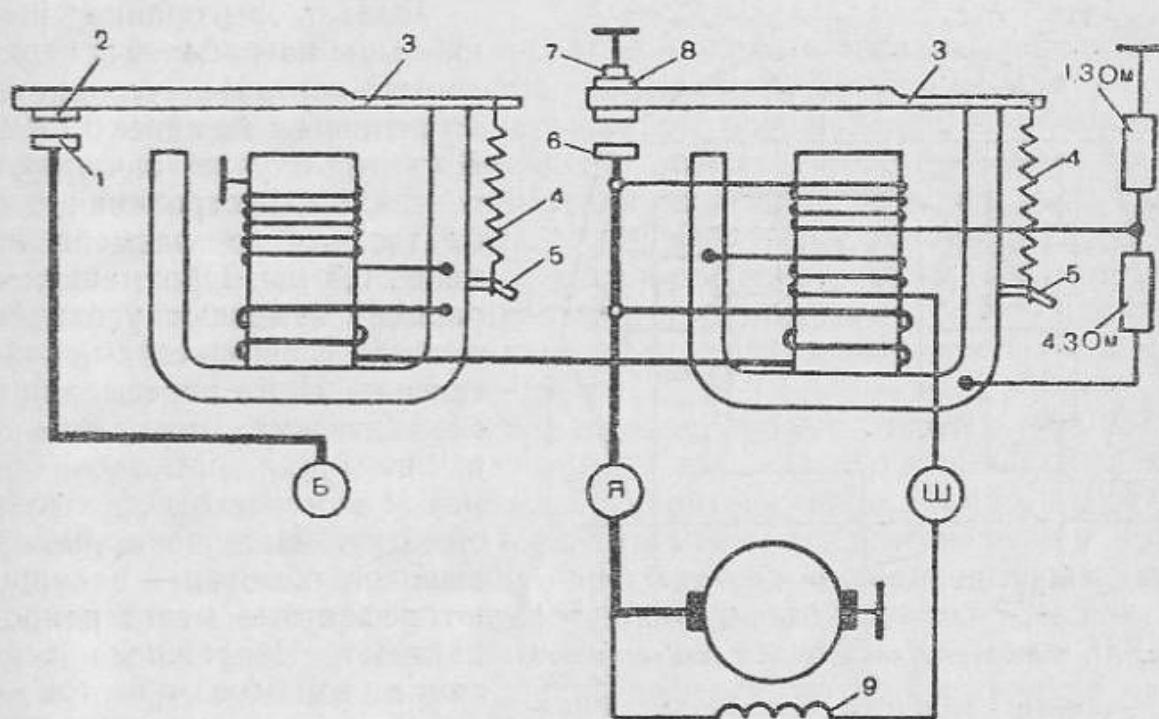

Рис. 71. Схема реле-регулятора РР-302:
**Реле-регулятор РР-302.** Реле-регулятор состоит из реле обратного тока (РОТ), регулятора напряжения (РН) и ограничителя тока. Он работает, когда якорь генератора вращается с малой частотой вращения, контакты 1 и 2 (рис. 71) разомкнуты, а двухсторонний контакт 8 якорька регулятора прижат пружиной к верхнему контакту 7, соединенному с «массой». В этом положении обмотка возбуждения 9 генератора соединяется с «массой» через компенсационную обмотку и контакты 8 и 7 регулятора.